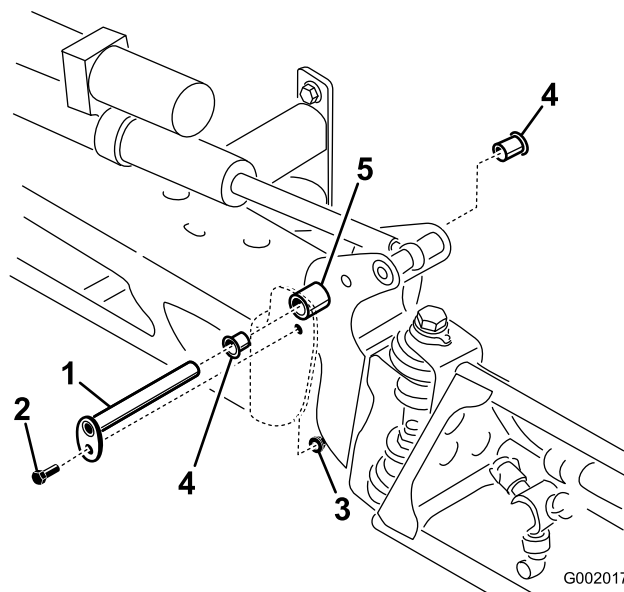

Figure 62
- Lorsque le poids de la rampe est supporté, retirez le boulon et l'écrou de fixation de l'axe de pivot à l'ensemble rampe (Figure 62). Retirez l'axe de pivot.
- Déposez et examinez les bagues en nylon à l'avant et à l'arrière du support de pivot (Figure 62). Remplacez les bagues défectueuses.
- Montez l'ensemble rampe et support de pivot dans le bâti central en alignant les ouvertures (Figure 62).